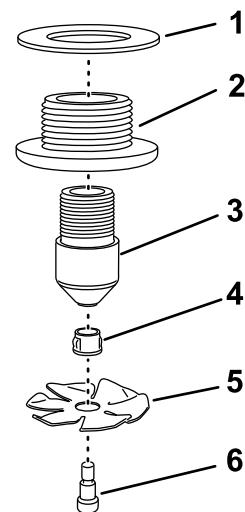

Figura 20
2. Montate la ruota di lavaggio ad alette, la boccola e il bullone di spallamento sull'ugello di lavaggio (Figura 20).
4. Montate il gruppo ugelli di lavaggio sul raccordo del diaframma e serrate manualmente (Figura 20).
5. Montate la guarnizione sul raccordo del diaframma (Figura 20).
1. Montate la ruota di lavaggio ad alette e la boccola sul bullone di spallamento (Figura 20).